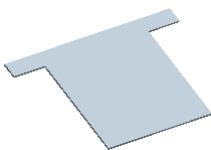
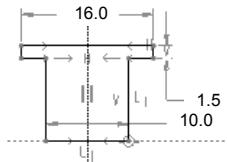

图 11.6.2 创建平整钣金壁特征 1
图 11.6.3 截面草图
Step2. 创建图 11.6.2 所示的平整钣金壁特征 1。选择下拉菜单 **插入(I) → 钣金件壁(W) → 分离的(U) → 平整(A)...** 命令，选取 TOP 基准面为草绘平面，选取 RIGHT 基准面为参照平面，方向为 **右**；绘制图 11.6.3 所示的截面草图；钣金壁厚值为 0.2。